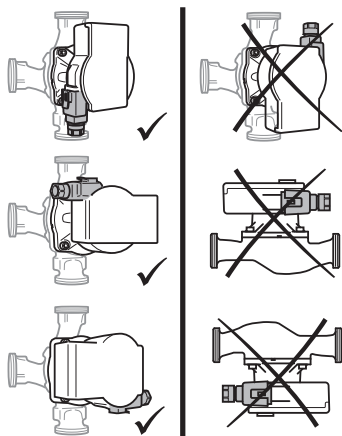

Fig. 2: Монтажные положения
- Место установки выбирать с учетом допустимого монтажного положения (Fig. 2).
- Учитывать допустимое монтажное положение (Fig. 2) насоса, при необходимости повернуть головку электродвигателя (2+6).
**ВНИМАНИЕ! Утечки воды могут повредить модуль регулирования! Верхняя запорная арматура должна быть направлена в сторону, чтобы при утечках вода не могла попасть на модуль регулирования (6).**
- Удерживать головку электродвигателя (2+6) и выкрутить 4 винта корпуса (5).
- Учитывать допустимое монтажное положение (Fig. 2) и стрелку на корпусе насоса (1), которая показывает направление потока.
- Затянуть 4 винта корпуса (5).